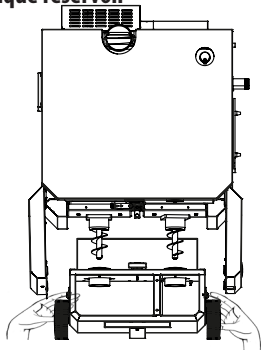

FIGURE 1
- En le tenant à deux mains, approcher le chariot à la structure de la chaudière (FIGURE 1).